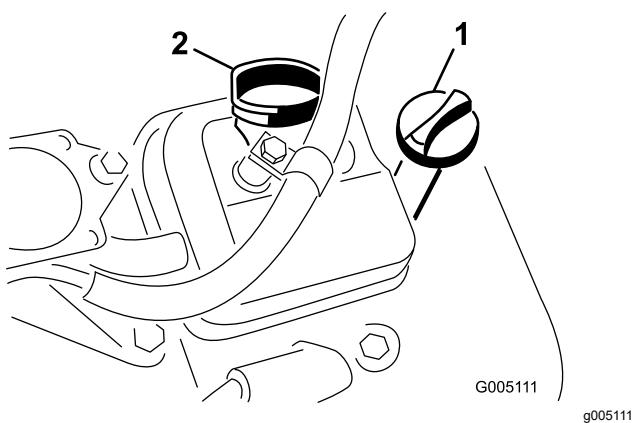

Figura 33
3. Insira a vareta no tubo da vareta e enrosque-a no tubo (Figura 33).